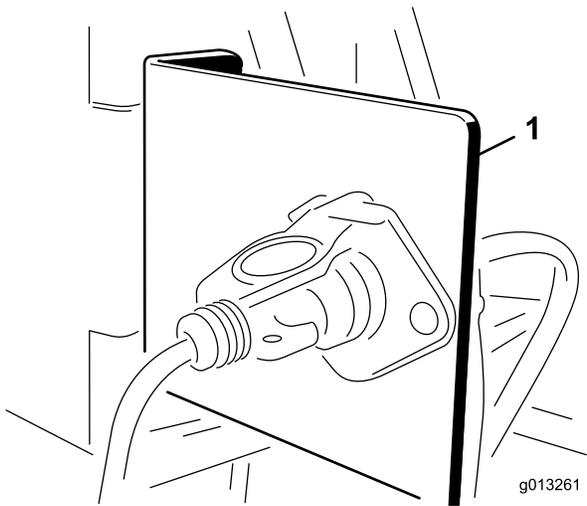

図 8
1. 電気ソケット・ブラケットを牽引車両後部の適当な場所に取り付け固定する (付属のブラケット2種類のうちの1つを使用する) (図 8)。